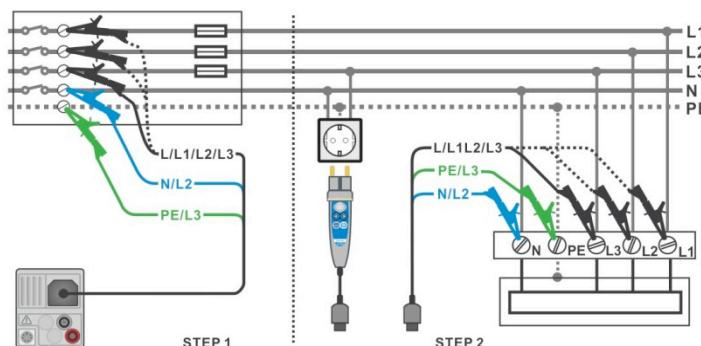

Рисунок 7.45: Измерение падения напряжения – подключение щупа «commander» и 3-проводного измерительного кабеля.
- ▶ Подключите измерительные провода к началу электрической изоляции, см. **Рисунок 7.45: Измерение падения напряжения – подключение щупа «commander» и 3-проводного измерительного кабеля.**
- ▶ Подключите измерительные провода и разъем «Commander» к испытываемому объекту (см. **Рисунок 7.45: Измерение падения напряжения – подключение щупа «commander» и 3-проводного измерительного кабеля).**